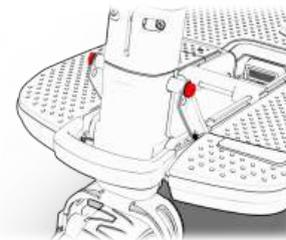

Figura 26 Viti di regolazione dell'angolo
1. Il tuo ATTO deve essere in una posizione aperta per regolare l'angolo del manubrio. Una volta aperta, individuare e svitare le due viti a brugola (esagonali) (vedi evidenziate in rosso in Figura 26). Assicurati di mantenere il manubrio in posizione verticale (devi tenere il